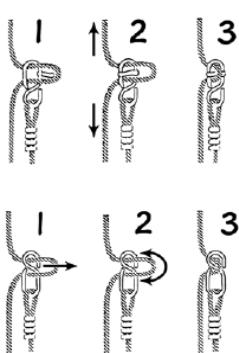

Figura 2
- 16.** Istruzioni specifiche per la regolazione della lunghezza della fune (Figura 2). Verificare che il prodotto sia orizzontale, dopo aver regolato le funi.